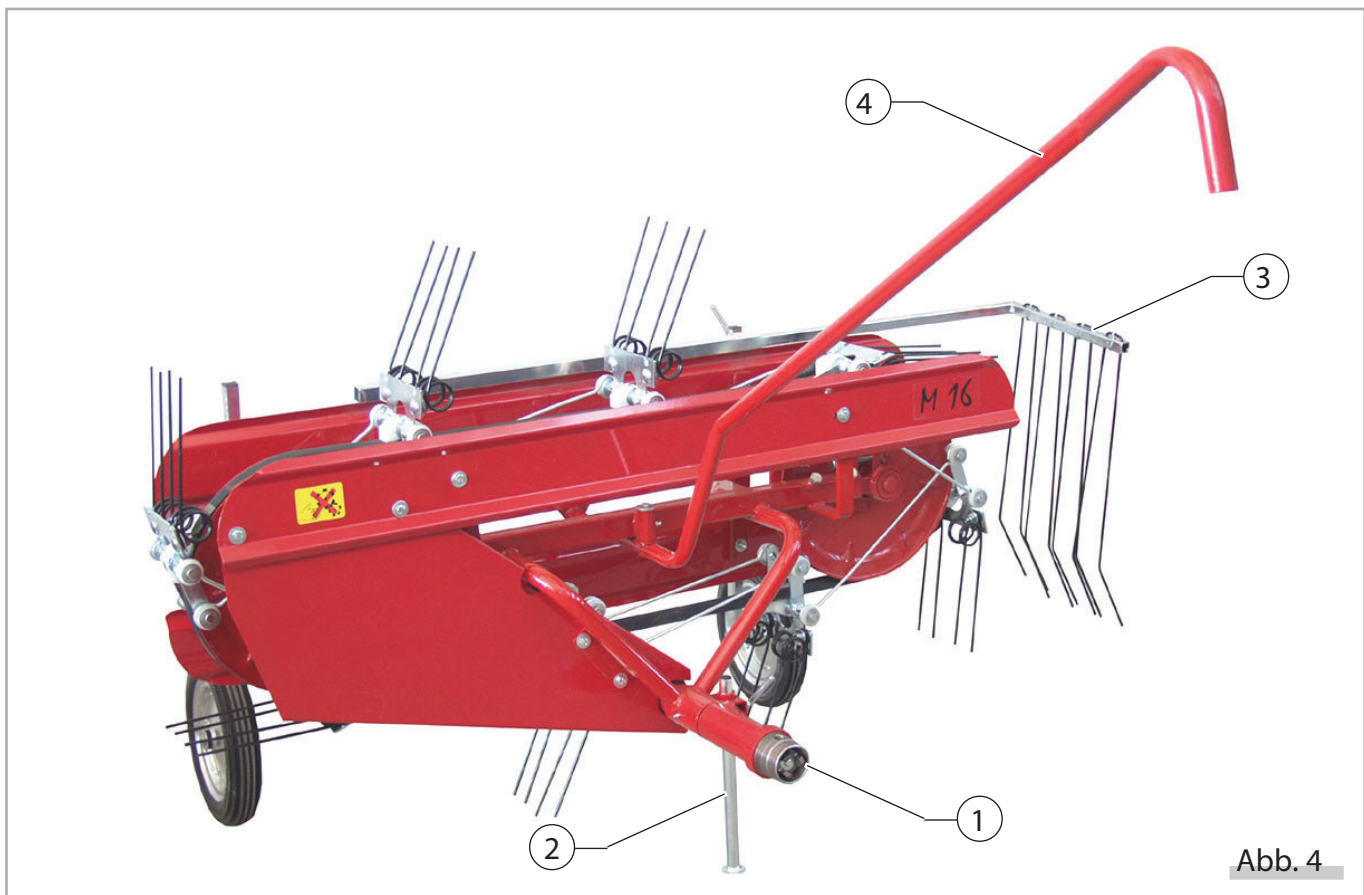

Abb. 4
- a) den Auflagefuß anheben (Pos. 2, Abbildung 4)
- b) den seitlichen Heuschutz (Pos. 3, Abbildung 4) einfahren und ihn mit dem eigens hierfür vorgesehenen Gewindestift befestigen
- c) das Band mit dem eigens hierfür vorgesehenen stirnseitigen Hebel (Pos. 2, Abbildung 4) vom Boden anheben
- d) den Richtungshebel (Pos. 4, Abbildung 4) dazu benutzen, die Heuharkmaschine in die gewünschte Richtung zu führen; ihn direkt vom Fahrersitz der Zugmaschine aus betätigen.